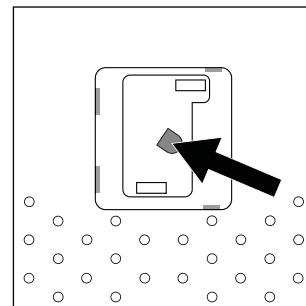

Fig. 2
3. La lente del sensore di particelle si trova a sinistra (vedere Fig. 2). Pulirla con un bastoncino di cotone idrofilo asciutto o un panno morbido e asciutto.